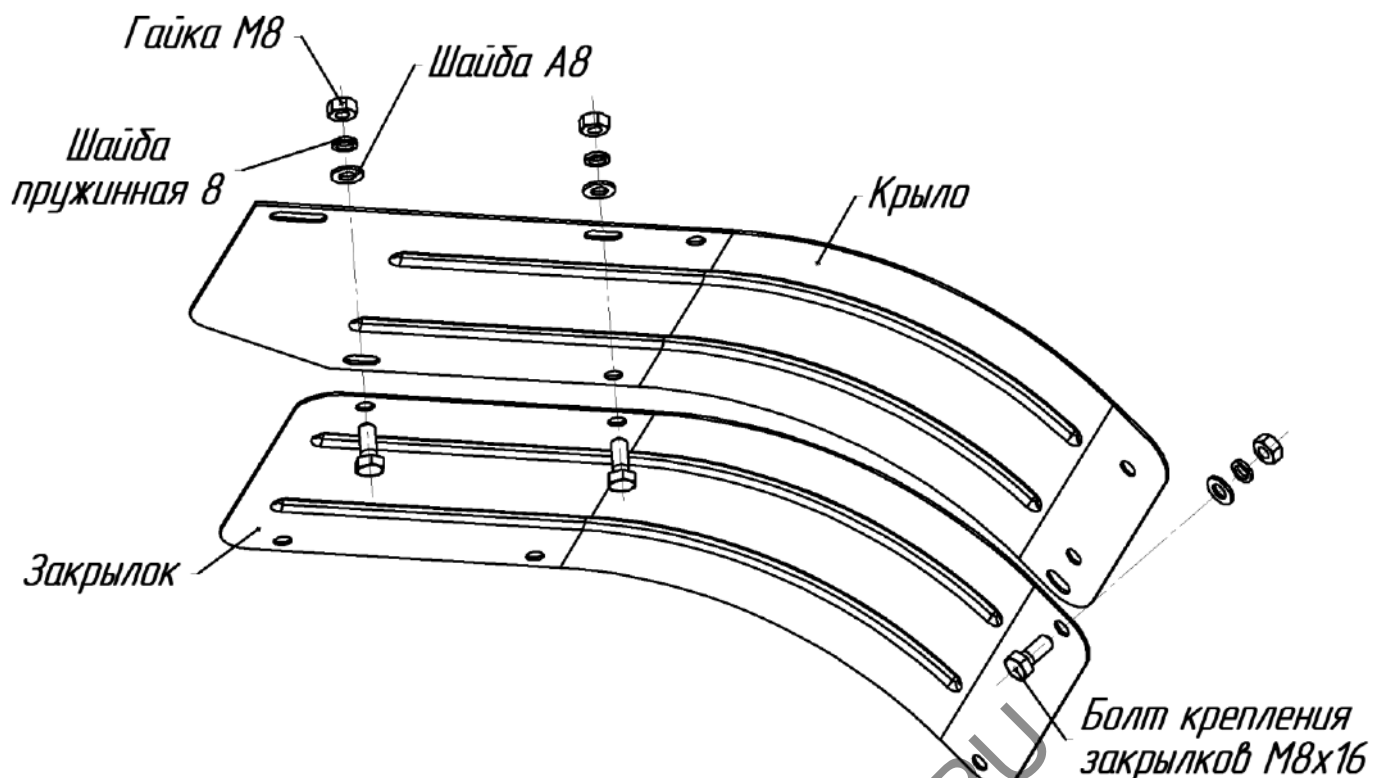

Рис.10 Схема крепления закрылков
21. При фрезеровании защитные устройства, закрылки и щитки должны быть установлены на соответствующие места и надежно закреплены с помощью исправного стандартного инструмента (рис.10).
10. При работе с фрезами-культиваторами необходимо установить закрывки (рис.10).